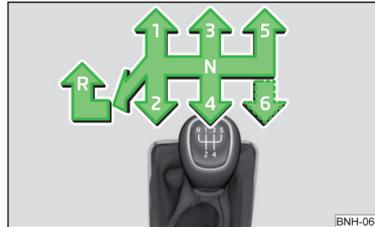

Fig. 185
En la palanca de cambios se presenta el esquema de cambio para cada posición de marcha » fig. 185.
- Presionar hacia abajo la palanca de cambio y colocarla completamente hacia la izquierda y luego hacia adelante en la posición **R** » fig. 185.